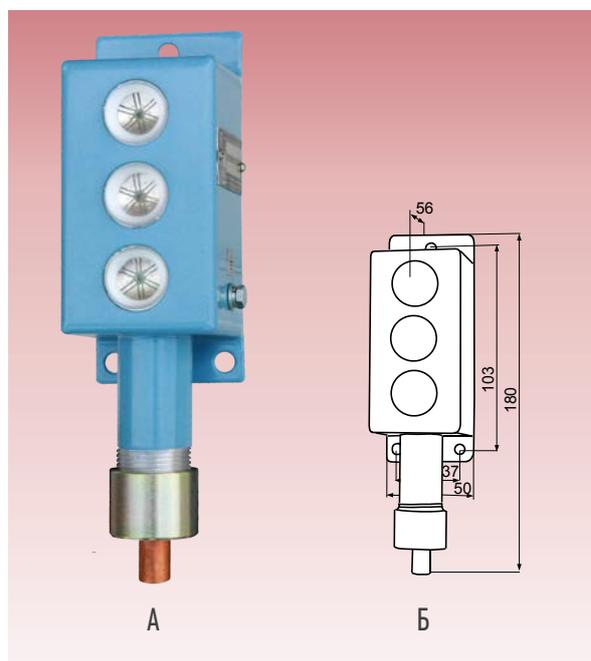

Рис. 1. Сигнализатор ВС-4-ЗСФ: А - внешний вид, Б - габаритные и установочные размеры.
3) Наличие устройства крепления защитной оболочки кабеля - по умолчанию УКМ-10 (крепление металлорукава, диаметром 10мм) - показан на фотографии рис. 1. По заказу: "ВС-4-...-УКМ-12 (крепление металлорукава, диаметром 12 мм).